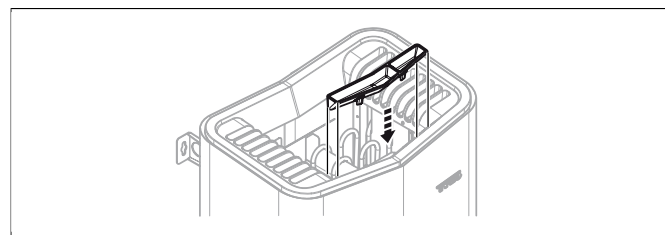

Fig 9: Montering av doftbehållare/lufffuktare
7. Montera örtskål/lufffuktare (se **Fig 9**, sidan 4).